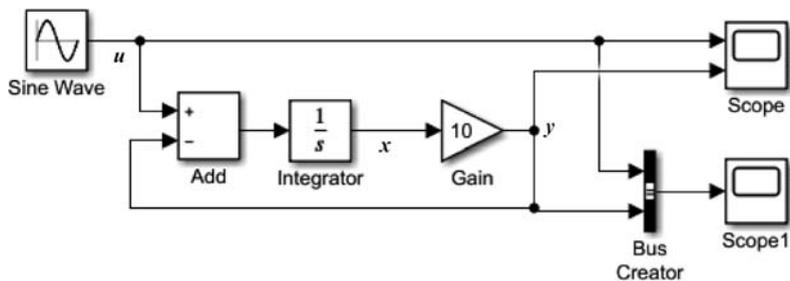

图 3-44 多个信号波形的显示
**【例 3-5】 多个信号的显示。**搭建如图 3-44 所示的仿真模型。该模型与例 3-2 中的模型相同, 只是将系统的输入信号  $u$  和输出信号  $y$  送入示波器。